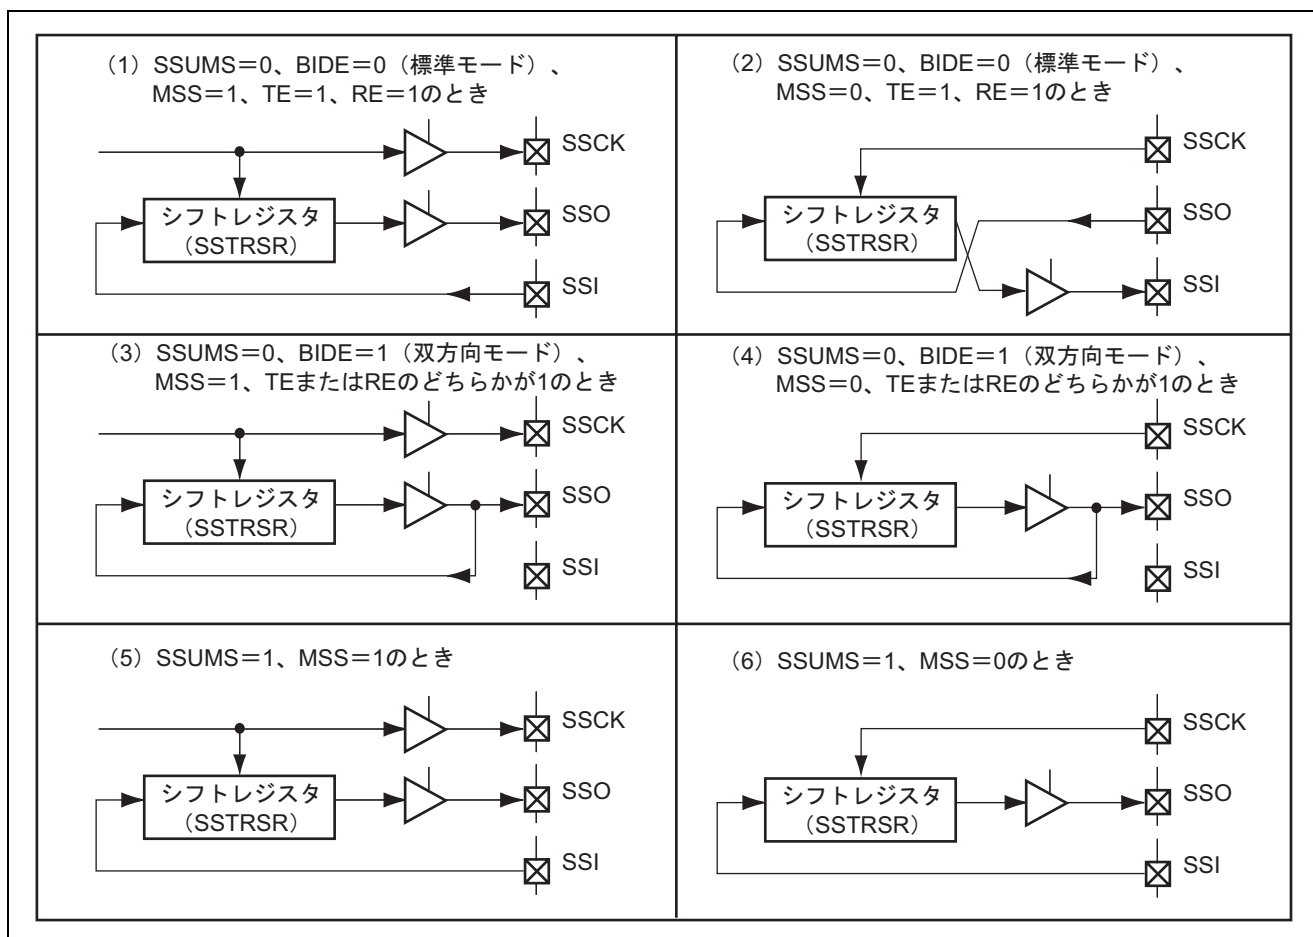

図 20.3 データ入出力端子とシフトレジスタの関係
SSCRH の MSS、BIDE と、SSCRL の SSUMS の組み合わせにより、データ入出力端子と SS シフトレジスタ (SSTRSR) の接続関係が変わります。これらの接続関係を図 20.3 に示します。
SSU は、BIDE=0、MSS=1 (標準、マスタモード) で動作しているとき、SSO 端子からシリアルデータを送信し、SSI 端子からシリアルデータを受信します (図 20.3 (1))。また、BIDE=0、MSS=0 (標準、スレーブモード) で動作しているとき、SSI 端子からシリアルデータを送信し、SSO 端子からシリアルデータを受信します (図 20.3 (2))。
BIDE=1 (双方向モード) では、マスタモード、スレーブモードに関わらず、SSO 端子からシリアルデータの送信または受信を行います (図 20.3 (3)、図 20.3 (4))。
SSUMS=1 で動作しているとき、SSO 端子からシリアルデータを送信し、SSI 端子からシリアルデータを受信します。MSS=1 のときは SSCK 端子から内部クロックを出力し、MSS=0 のときは SSCK 端子は入力端子となります (図 20.3 (5)、図 20.3 (6))。